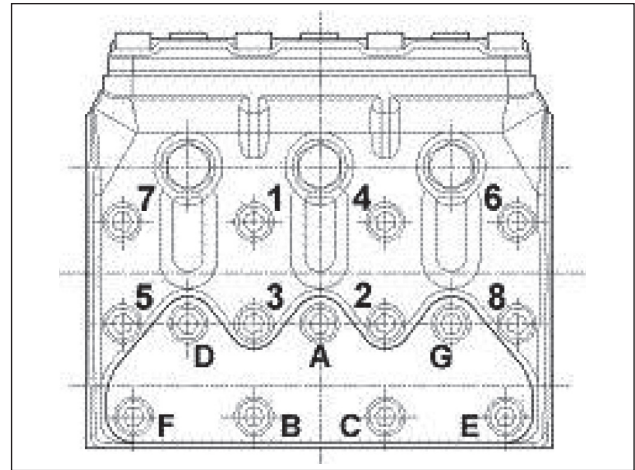

Abb. 24
** Die Befestigungsschrauben des Kopfs müssen mit einem Drehmomentschlüssel und durch Schmieren des Gewindeschäfts gemäß der Reihenfolge in Abb. 24 festgezogen werden.
*** Die Befestigungsschrauben der Ventildeckel müssen mit einem Drehmomentschlüssel und durch Schmieren des Gewindeschäfts gemäß der Reihenfolge in Abb. 24 festgezogen werden.